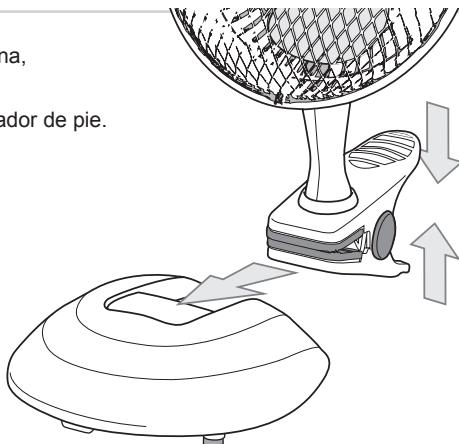

Figura 3
1. Presione los extremos de la clip (Ver figura 3).
-  Coloque el clip en la base (7) y tiene un ventilador de pie.